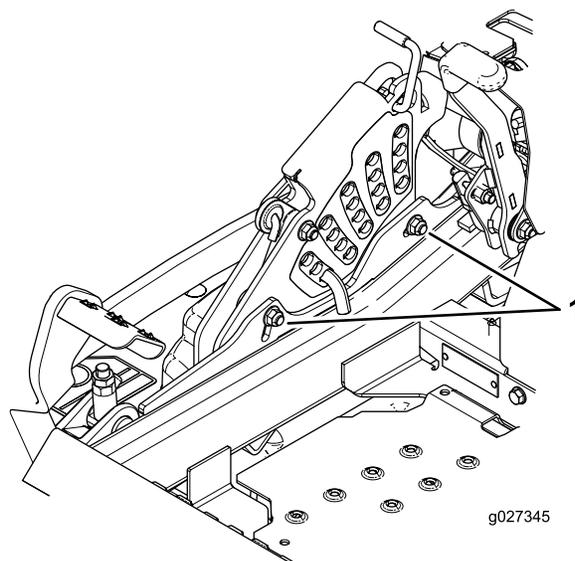

Figure 92
12. Pour régler le système monopoint, desserrez les 2 boulons au bas de la plaque de hauteur de coupe (Figure 92).